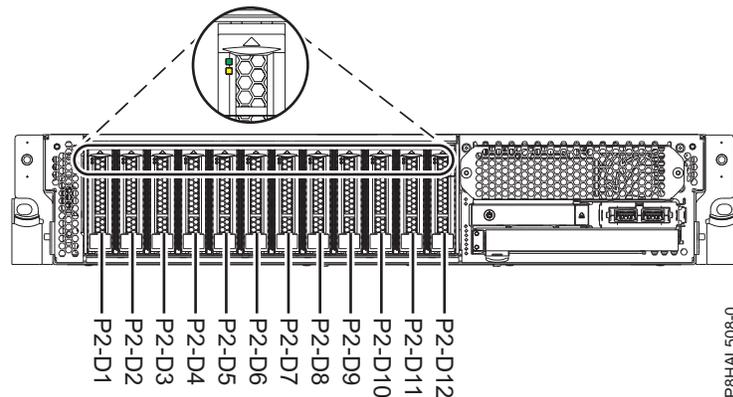
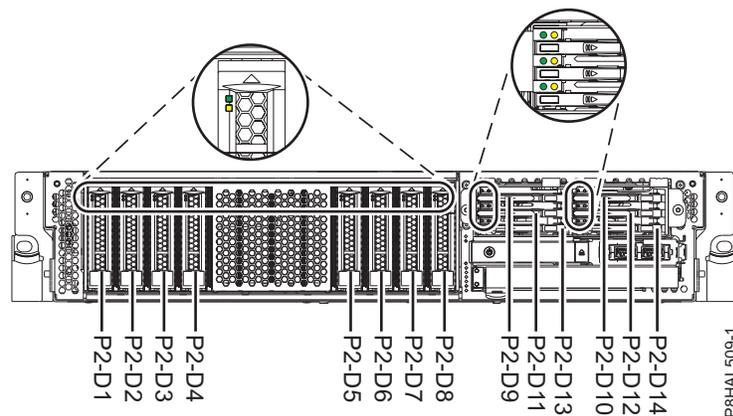

Abbildung 58. Positionen für Plattenlaufwerke und Serviceindikatoren für ein System mit Basisfunktionen
Abbildung 59. Positionen für Plattenlaufwerke, Solid-State-Laufwerke und Serviceindikatoren für ein System mit erweiterten Funktionen
- In Abb. 58 und Abb. 59 werden die Positionen für Plattenlaufwerke, Solid-State-Laufwerke und Serviceindikatoren angezeigt. Die Serviceindikatoren befinden sich über dem Verriegelungsgriff an den Plattenlaufwerken.